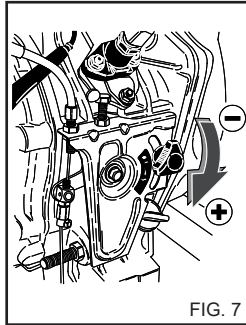

FIG. 7
1) Posizionare la leva del rubinetto gasolio in posizione ON aperto (fig.7).
b) Posizionare la leva del rubinetto gasolio in posizione OFF chiuso (fig. 7).